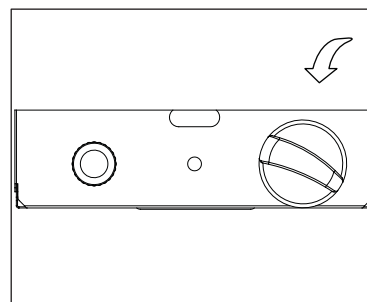

Figura 5
- Presione la perilla de control y gírela hacia la posición "HIGH", y luego suéltela. Si desea una temperatura más baja, presione la perilla de control y gírela en dirección contraria a las manecillas del reloj hasta la posición "LOW" .(Figura 5).